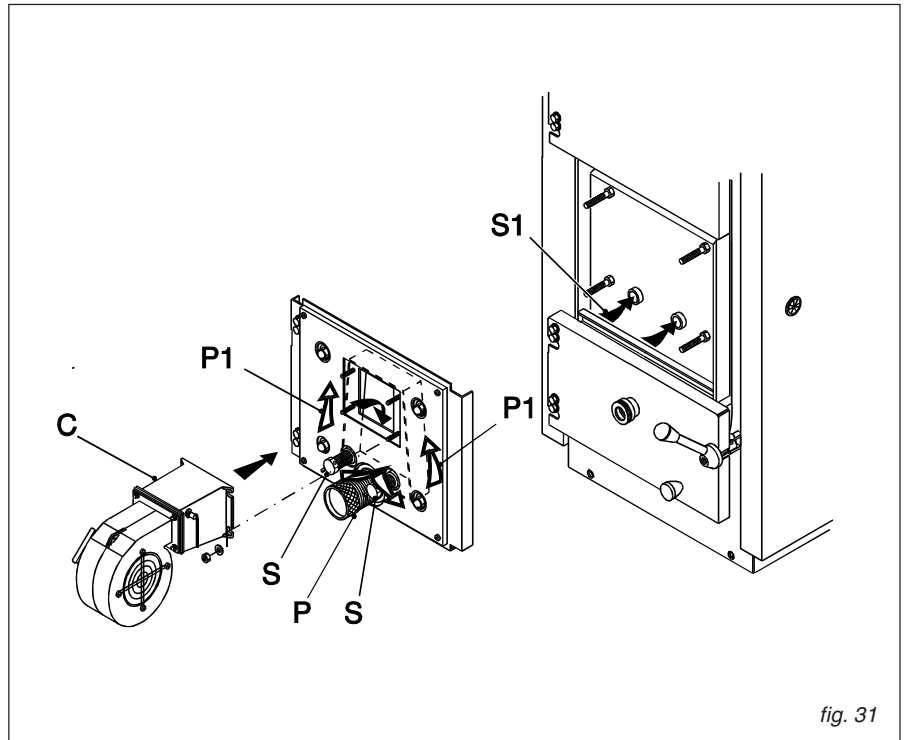

fig. 31
La caldaia Gasogen 2 è dotata di una centralina di spinta dell'aria di combustione (ventilatore, pos. 7 fig. 6) e da un distributore di aria primaria (pos. P fig. 31) e secondaria (pos. S fig. 31).